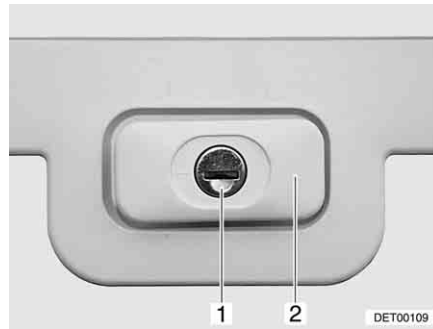

Fig. 28 Serratura dello sportello, rettangolare, chiusa
- Inserire la chiave nel cilindro della serratura (Fig. 28,1) e ruotare di un quarto di giro. La maniglia della serratura (Fig. 28,2) scatta all'infuori.